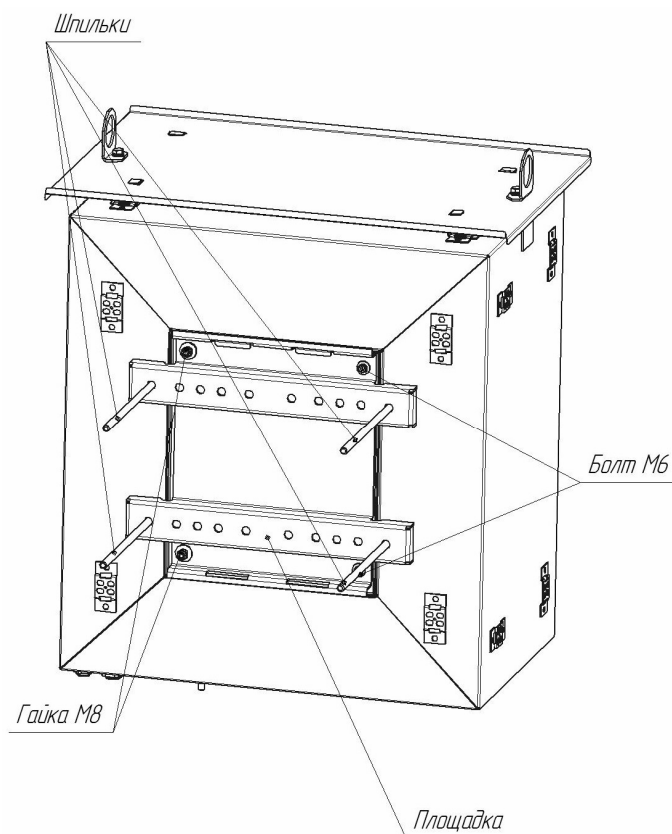

Рис. 13.
3.4.3. Установить на шкаф монтажную пластину с монтажными шпильками в обратной последовательности (см. рис. 13).